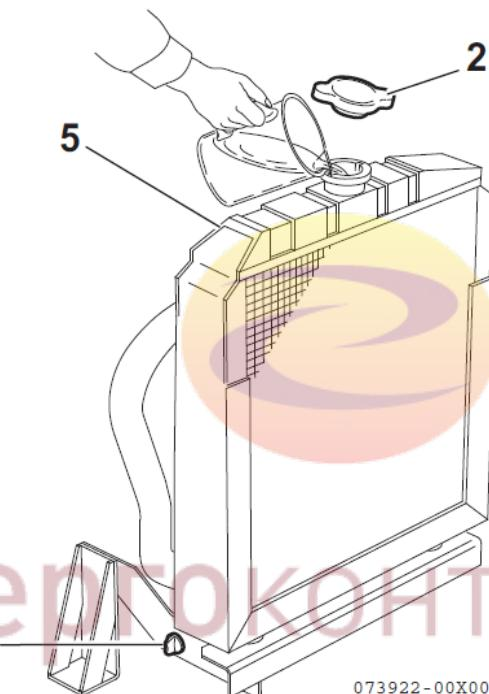

Рисунок 29
1. Убедитесь, что сливная пробка радиатора стоит на месте и закручена, и сливной кран (рисунок 29, (1)) закрыт. Также удостоверьтесь, что сливная пробка охлаждающей жидкости (рисунок 30, (1)) в блоке цилиндров стоит на месте и закручена, и шланги охлаждающей жидкости (рисунок 31, (1)) установлены и подсоединенены к масляному радиатору.
2. Снимите крышку радиатора (Рисунок 29 (2)), повернув её против часовой стрелки на 1/3 оборота.
4. Установите крышку радиатора на место (рисунок 29, (2)). Выровняйте выступы на задней стороне крышки радиатора с прорезями на заливной горловине радиатора. Нажмите вниз и поверните крышку по часовой стрелке на 1/3 оборота.